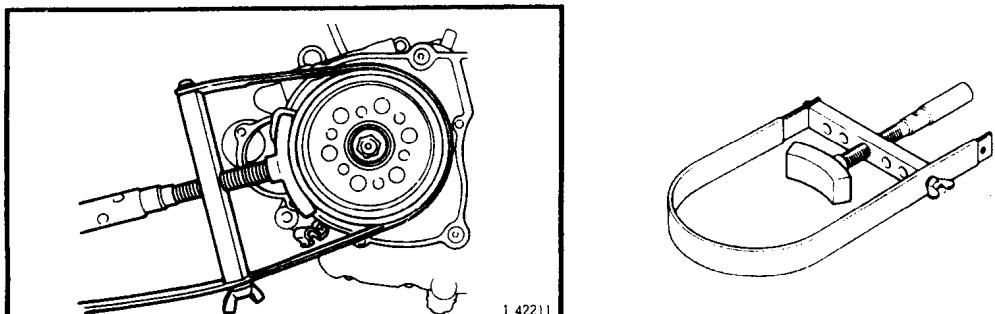

图 1-14
(3) 转子夹具见图 1-14 (90890-01701)。